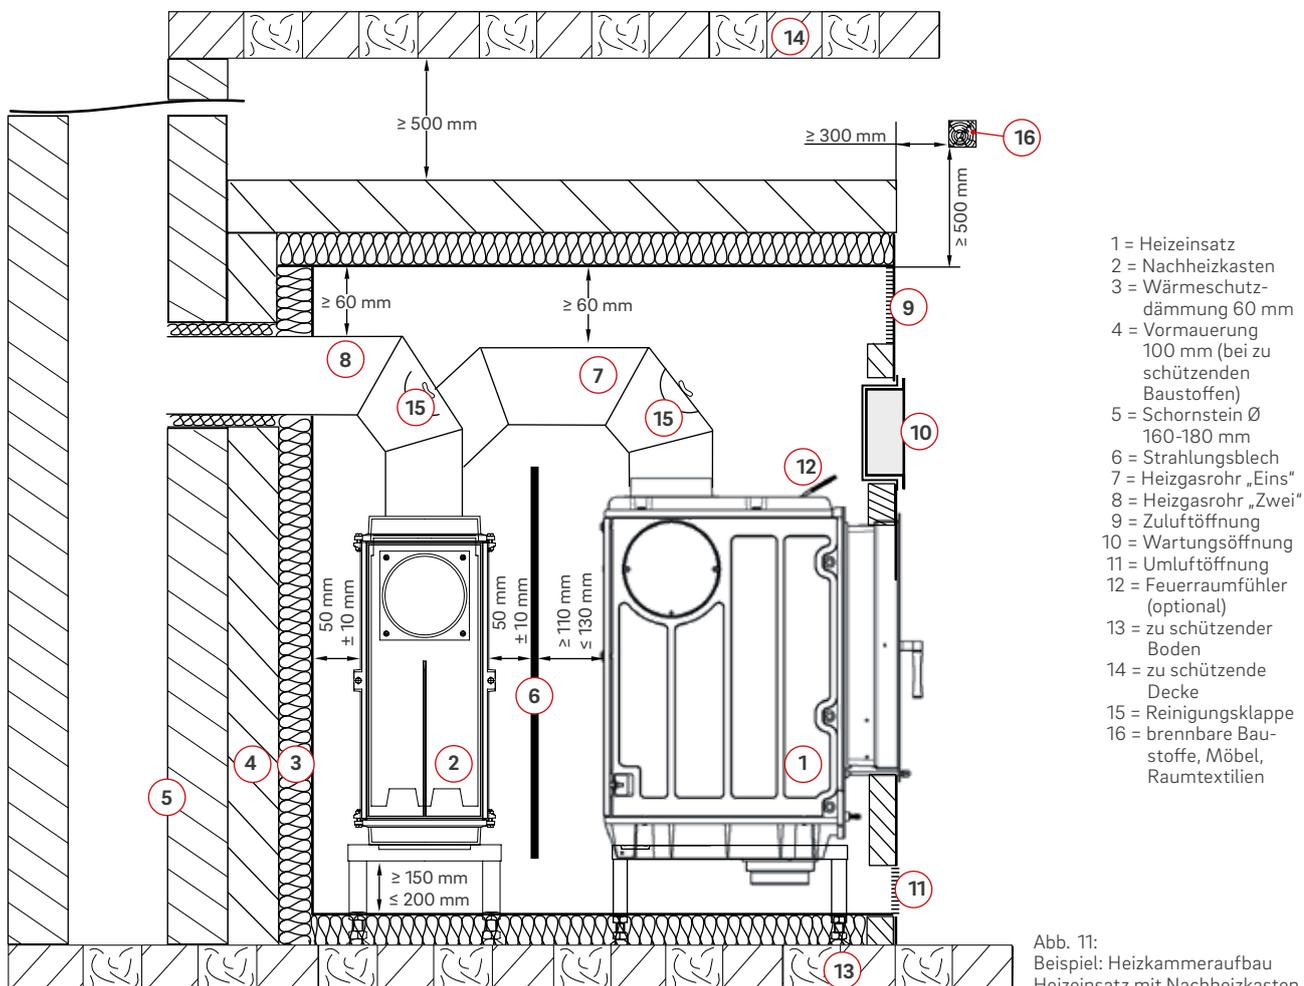

Abb. 11: Beispiel: Heizkammeraufbau Heizeinsatz mit Nachheizkasten
- Die Austrittsstellen für die Warmluft sind so anzuordnen, dass sich innerhalb eines seitlichen Abstandes von 300 mm bis zu einer Höhe von 500 mm über den Austrittsstellen keine Bauteile mit brennbaren Baustoffen, keine derartigen Verkleidungen und keine Einbaumöbel befinden (Abb. 11).
Der Abstand vom Nachheizkasten zur Heizkammerwand, sowie zum Strahlungsblech muss $5 \text{ cm} \pm 1 \text{ cm}$ betragen (Abb. 11).
Umluftöffnungen allseitig zu verteilen. Die Umluftöffnungen müssen unmittelbar über bzw. im Heizkammerboden angebracht werden (Abb. 11).
Zuluftöffnungen sind unmittelbar unter der Heizkammerdecke oder unter einer entsprechenden Zwischendecke, bzw. in der Heizkammerdecke anzuordnen, so dass kein Wärmestau entstehen kann (Abb. 11).
Zwischen einer ungedämmter Heizkammerdecke und der Oberkante des Heizeinsatzes muss der Abstand mindestens 18 cm betragen, zu einer zu schützenden Decke mindestens 50 cm. Der Abstand Heizgasrohr „Eins“ zur Heizkammerdecke muss mindestens 10 cm, bei gedämmter Heizkammerdecke 6 cm, betragen. Der Abstand Heizgasrohr „Zwei“ zur Heizkammerdecke muss mindestens 6 cm betragen (Abb. 11).